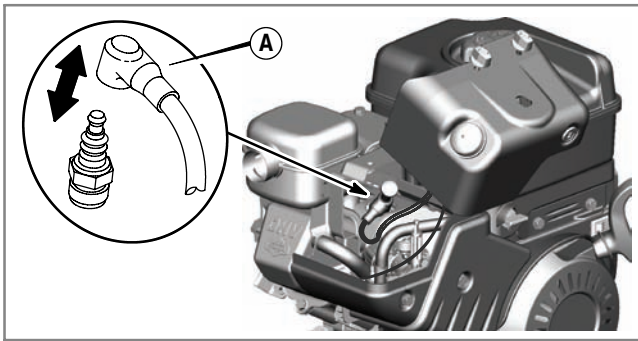

Abb. 17
1. Bei abgestelltem aber noch warmem Motor das Zündkabel (A) abziehen und von der Zündkerze (Abb. 17) fern halten.